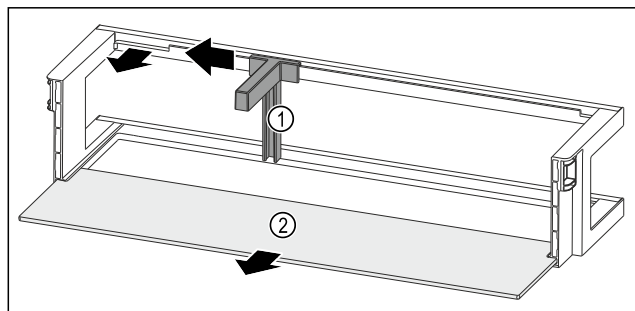

Fig. 91 Лотки на дверцятах із тримачем пляшок і полицею
- ▶ Пересуньте тримач пляшок Fig. 91 (1) убік до пазу.
- ▶ Вийміть тримач пляшок Fig. 91 (1).
- ▶ Дістаньте полицю Fig. 91 (2).